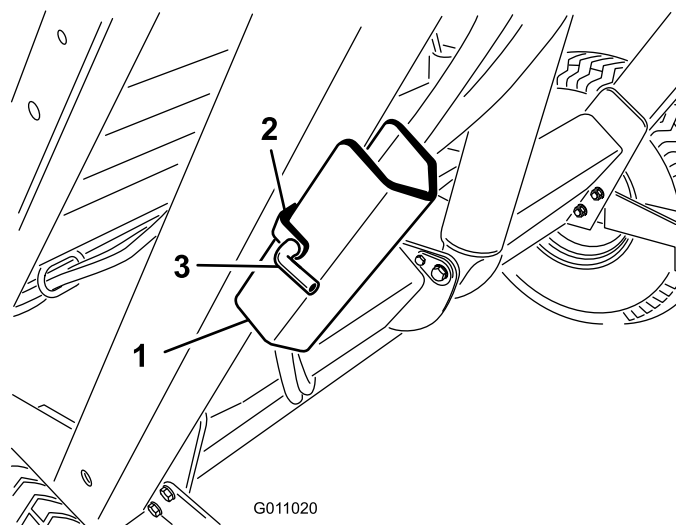

Bild 25
2. Nehmen Sie den Splint und den Stift ab, mit denen die Sicherheitsstütze an der Aufbewahrungshalterung am Kehrmaschinenrahmen befestigt ist (Bild 25). Nehmen Sie die Sicherheitsstütze ab.